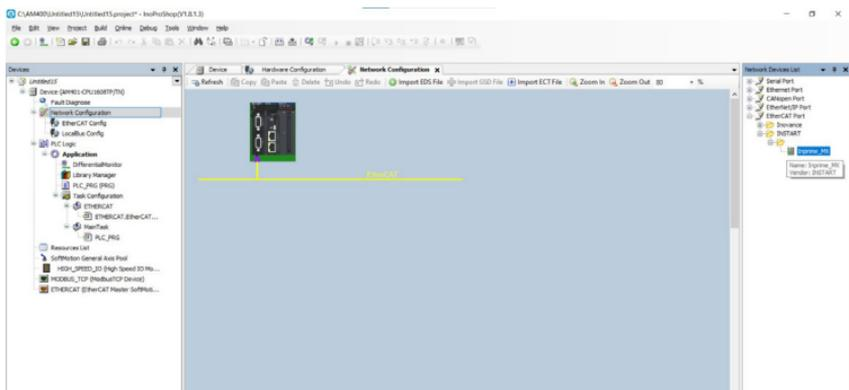

Рисунок 6.7 – Добавление устройства в проект
6) В меню справа выберите EtherCAT Port → INSTART → Inprime MX (рис. 6.7), перенесите при помощи мыши устройство в поле проекта.